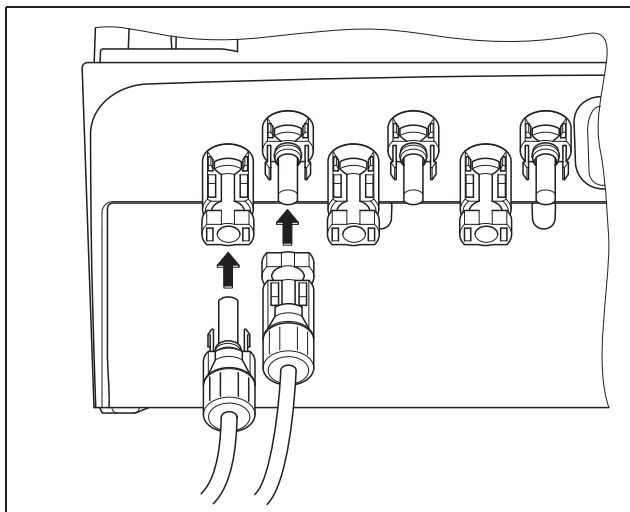

Abbildung 17: PV-String anschließen
- Stecken Sie die Stecker des PV-Strings bis zum Einrasten in die entsprechenden Gegenstücke am Wechselrichter (Abbildung 17).